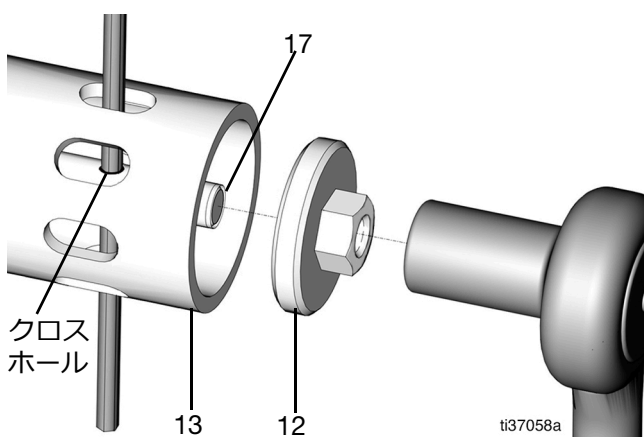

図 64
22. シャベルロッド (17) を下向きに移動して、クロスホールにアクセスできるようにするために、ポンプロッド (27) を下向きに移動します (図 64)。
23. シャベルチューブ (13) のスロットに六角レンチか類似のツールを通し、露出しているクロスホールに通し、シャベルロッド (17) を安定した状態に保てるようにします (図 64)。
24. シャベルピストン (12) を 10 mm ソケットレンチで締め付けます (3-4 ft-lb/4.1-5.4 N•m のトルク) (図 64)。